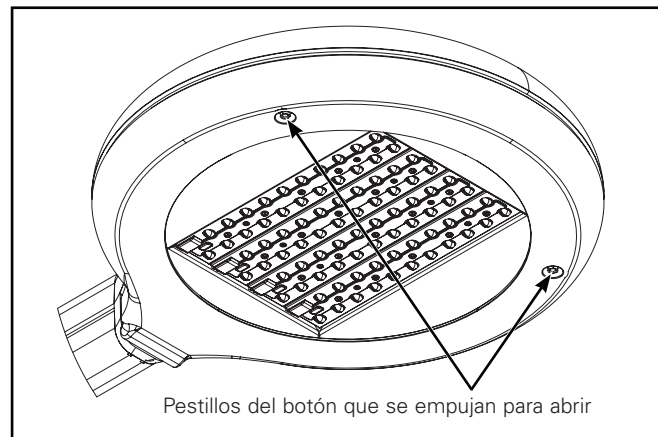

Figura 1.
Montaje del brazo al poste (Figura 1 - 2.)
1. Abra la puerta y presione los dos pestillos del botón al mismo tiempo y abra la puerta. (Figura 1.)